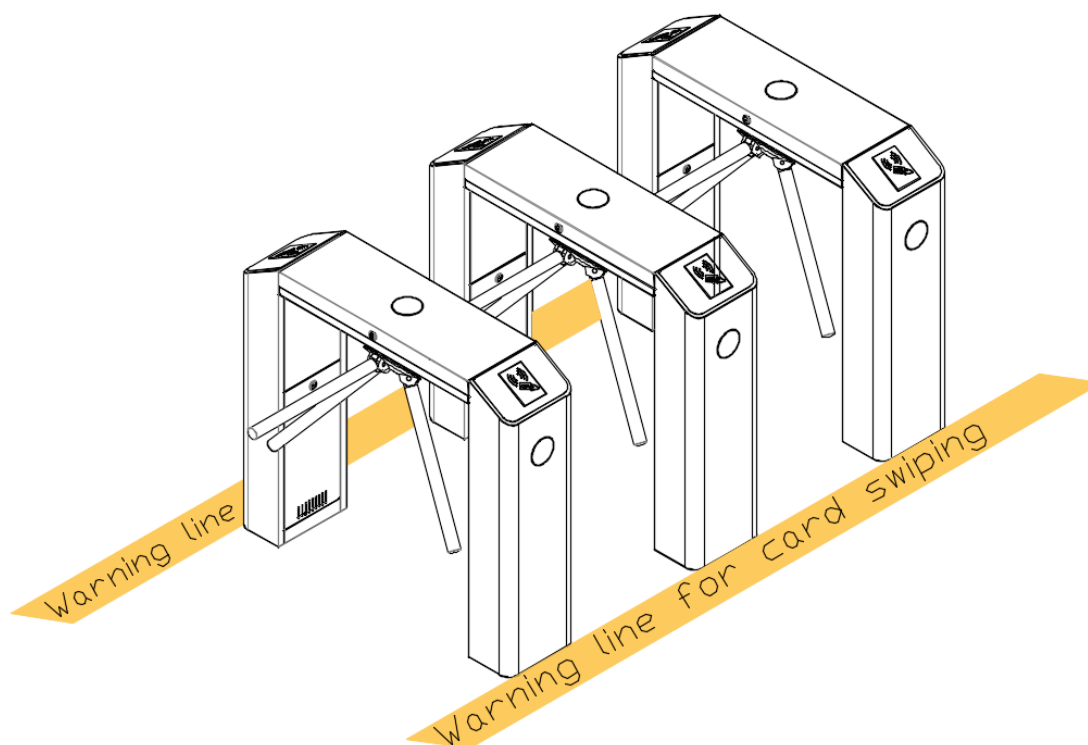

Figura 3-2
3. Establecer una línea de advertencia al pasar la tarjeta (consulte la Figura 3-2). Se sugiere una línea de advertencia para indicar a los usuarios que pasen las tarjetas a distancia, lo que reduciría en gran medida la probabilidad de fallas en el equipo causadas por operaciones incorrectas.